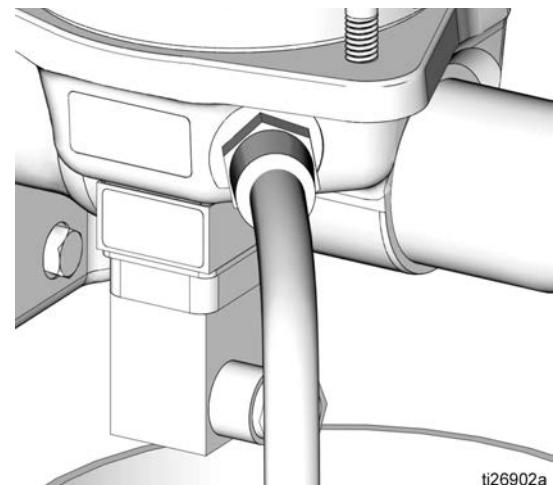

图 9
3. 关闭 截止阀 (V) 以关闭 进油供应泵 / 系统 (DD)。
5. 断开 供应管路 (G) 与 泵出口 (E) 的连接。
6. 从泵底座慢慢松开并拆下进油管路，将机油从泵中排出 (图 9)。